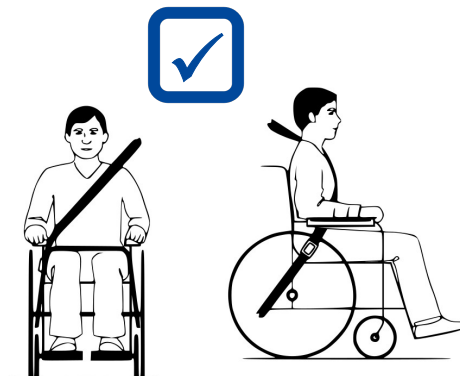

Figura 4 *Cinturón de retención bien abrochado*
10. Asegurarse de que los cinturones de retención del hombro se ajusten sobre los hombros, véase figura 4.